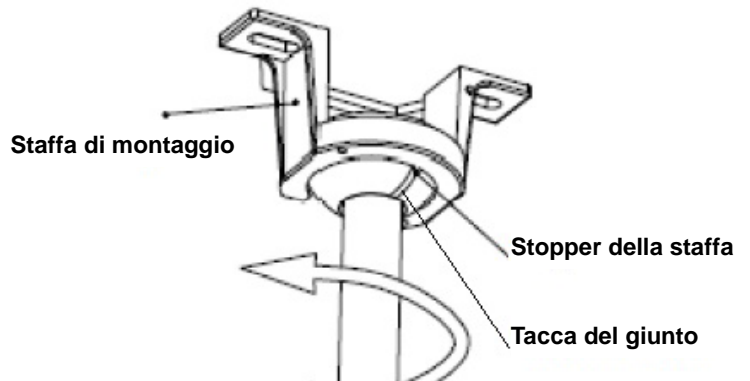

Fig.5
- Assicurarsi che la tacca del giunto sia posizionata sullo stopper della staffa di montaggio per impedire al corpo del ventilatore di ruotare durante il funzionamento. Fig. 5